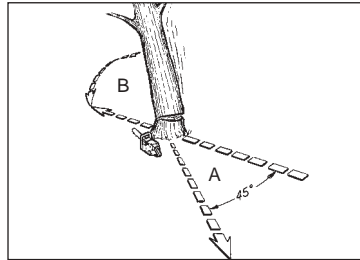

Abb. 12
**ACHTUNG:** Vor dem Schneiden sollte ein Rückzugspfad (A) geplant und freigelegt werden. Der Rückzugspfad sollte nach hinten und diagonal zur Rückseite der erwarteten Fallrichtung verlaufen, wie in Abb. 12 dargestellt ist.
**HINWEIS:** Die Fallrichtung (B) wird vom Kerbschnitt bestimmt. Berücksichtigen Sie vor dem Schneiden die Anordnung größerer Zweige und die natürliche Neigung des Baumes, um den Fallweg des Baumes abzuschätzen.
**ACHTUNG:** Wenn der Fällschnitt sich dem Ankerpunkt nähert, beginnt der Baum zu fallen. Sobald der Baum zu fallen beginnt, ziehen Sie die Säge aus dem Schnitt heraus, stoppen Sie den Motor, legen Sie die Kettensäge ab und verlassen Sie den Bereich über den Rückzugspfad (Abb. 12).